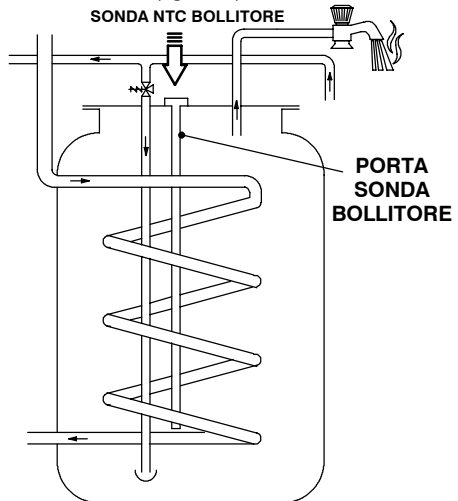

fig. 5.21
- Infilare la sonda NTC nella porta sonda più lunga del bollitore (fig. 5.21).